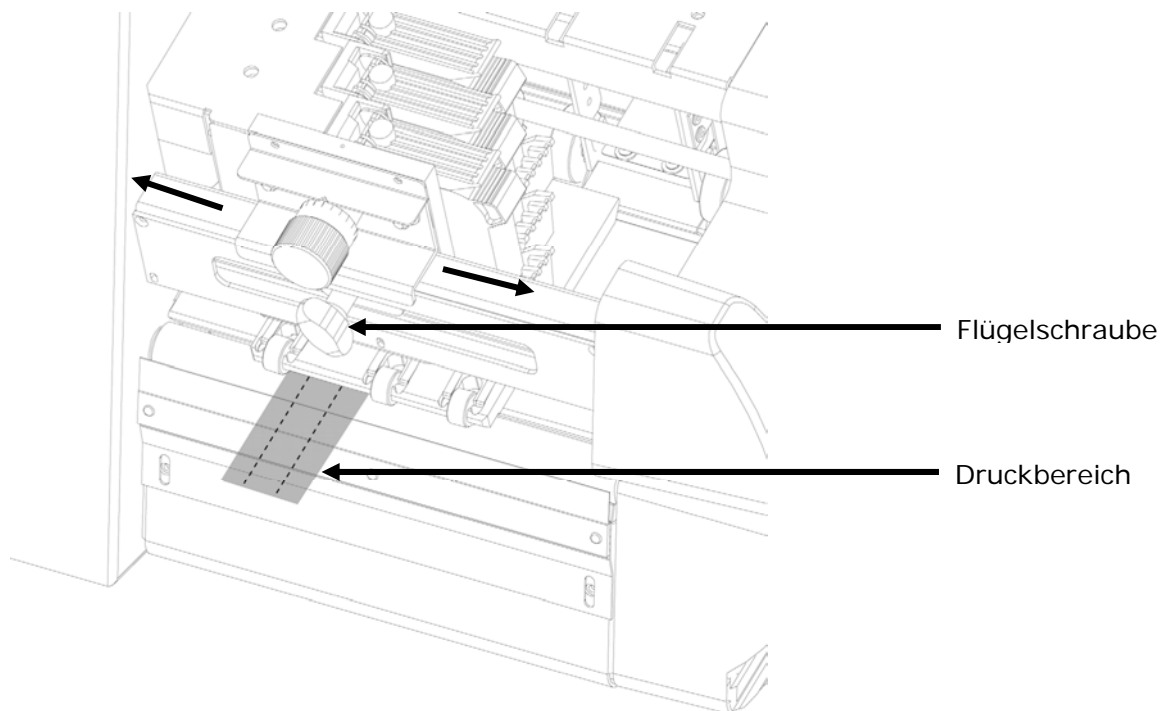

Abbildung 14: Positionieren des vertikalen Druckbereichs
- Als Referenz für die Position des Druckbereichs können die beiden schmalen Rollen unter der Flügelschraube verwendet werden. Der Druckbereich befindet sich zwischen diesen beiden Rollen (siehe Abbildung 14).